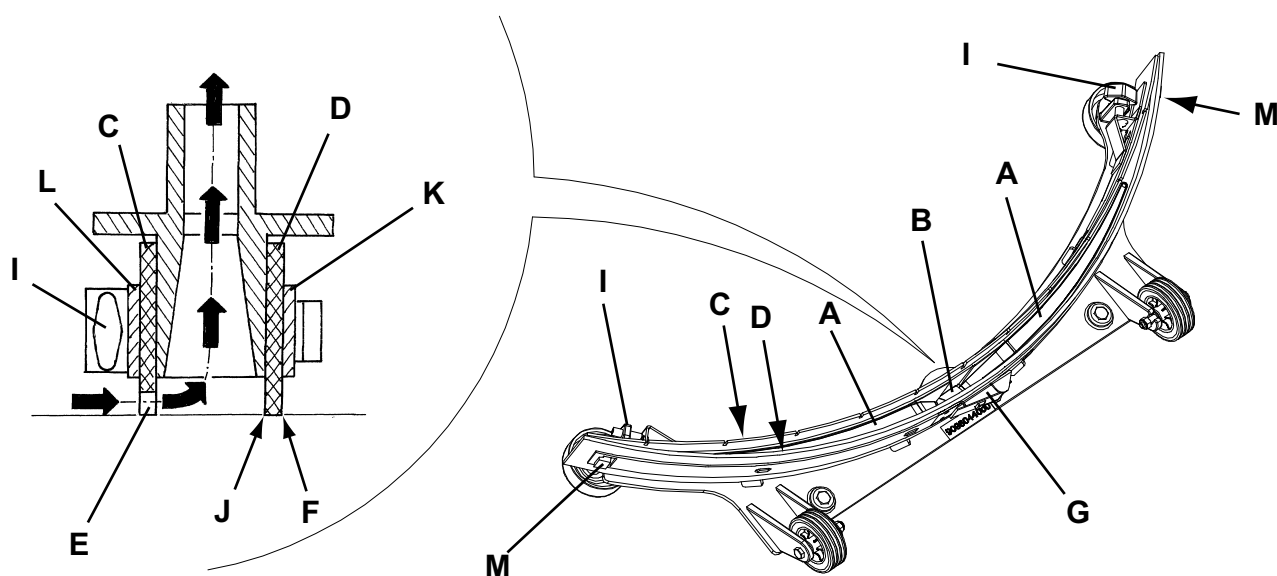

Рис. 3
2. Отсоедините шнур питания (3) от электросети и намотайте его на держатель (4).
3. Опустите швабру (21) с помощью рычага (7).
4. Ослабьте маховики (22) и снимите швабру (21).
5. Отсоедините вакуумный шланг (11) от швабры.
6. Вымойте и очистите швабру (рис. 3). В частности, очистите отсеки (A) и отверстие (B) от грязи и мусора. Проверьте передний скребок (C) и задний скребок (D) на предмет их целостности, отсутствия порезов и разрывов; в случае необходимости замените их (см. порядок действий в следующем разделе).
1. Очистите швабру (рис. 3) как описано в предыдущем абзаце.
2. Проверьте, что кромка (Е, Рис. 3) переднего скребка (С) и кромка (F) заднего скребка (D) установлены на одном и том же уровне по всей длине; иначе отрегулируйте их высоту следующим образом:
- Освободите соединительную тягу (G) и освободите фиксаторы (M) для регулировки заднего скребка (D); затем зацепите фиксаторы и зацепите соединительную тягу.
- Ослабьте маховики (I) и отрегулируйте передний скребок (C); затем затяните маховики.
3. Проверьте передний (C) и задний скребки (D) на целостность, наличие порезов и разрывов; если необходимо замените их, как показано ниже. Проверьте, не изношен ли передний угол (J) заднего скребка; в случае необходимости переверните скребок, чтобы поменять местами изношенный угол с целым. Если и другие углы изношены, замените скребок в следующем порядке:
- Освободите соединительную тягу (G), отцепите фиксатор (M) и снимите фиксирующую полосу (K), затем замените/переверните задний скребок (D).
1. Отсоедините шнур питания (3) от электросети и намотайте его на держатель (4).
3. Откройте крышку (18) в положение для мытья (L, Рис. 3).
4. Помойте чистой водой крышку (A), бачки (B и C) и вакуумную решетку с автоматически запирающим поплавком (D). Спустите воду из бачков с помощью шлангов (12 и 13).
5. В случае необходимости освободите фиксаторы (E) и откройте решетку (D), приведите в порядок поплавки (F), очистите все компоненты и затем установите их назад.
6. Проверьте, цела ли прокладка крышки (G).